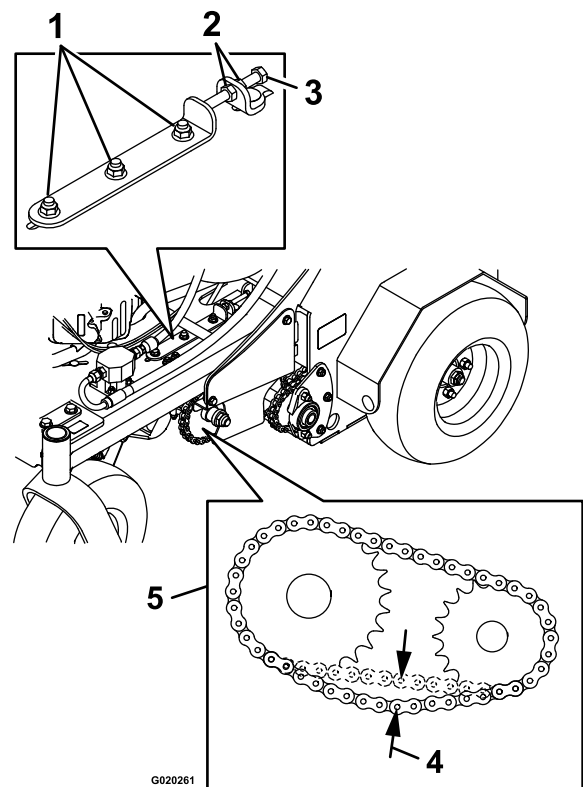

Figure 45
4. De chaque côté de la machine, desserrez les 3 écrous et boulons qui fixent le support de transmission et la plaque de tendeur, ainsi que les 2 écrous qui fixent le boulon de réglage sur la plaque de tendeur, comme montré à la Figure 45.